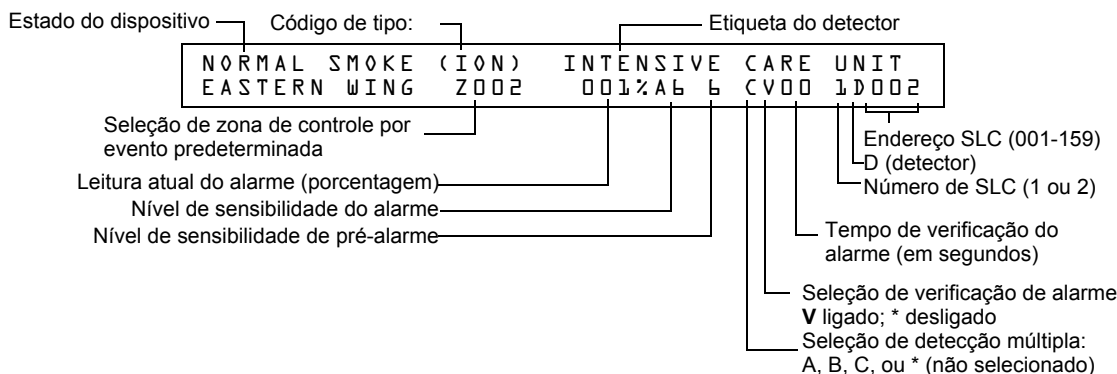

Figura 4.1 Exemplo de visualização da leitura de estado de um detector
Na tela Leitura de estado, pressione 0 e depois pressione a tecla ENTER (aceitar). Agora poderá ser visualizada a leitura de estado de um detector da seguinte maneira: pressione DETECTOR, insira o número de SLC seguido do endereço de três dígitos e depois pressione a tecla ENTER (aceitar). Por exemplo, para ler o estado do detector 1D002: pressione DETECTOR, insira o número de SLC (1), insira o endereço **002**, depois pressione a tecla ENTER (aceitar). Agora o painel de controle exibirá as informações sobre o detector, como mostrado na figura 4.1.